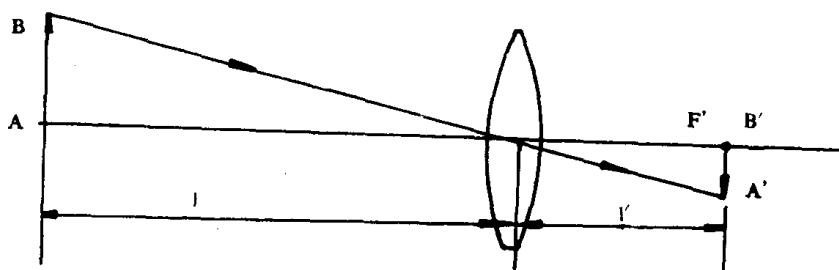

图 1-8
**成像公式** 了解一些物距、像距的计算对维修者是十分必要的。因为并不要求精确计算, 这里介绍一个近似的计算公式。设物距为  $l$ , 像距为  $l'$ , 镜头焦距为  $f'$ , 如图 1-8 所示。则公式如下: